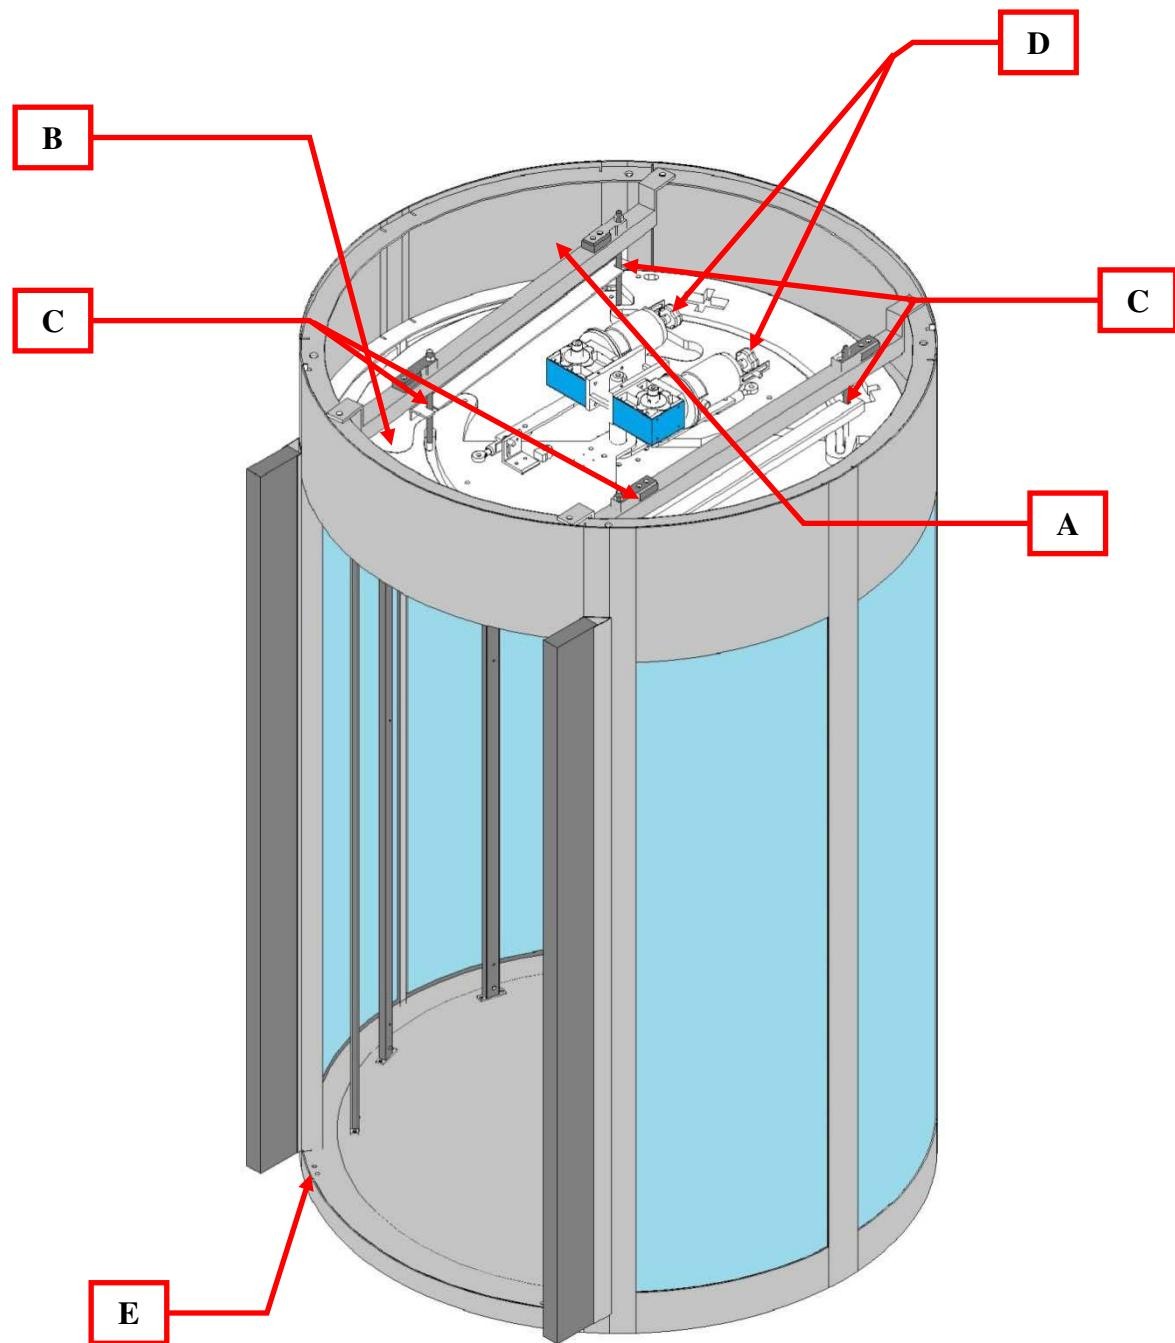
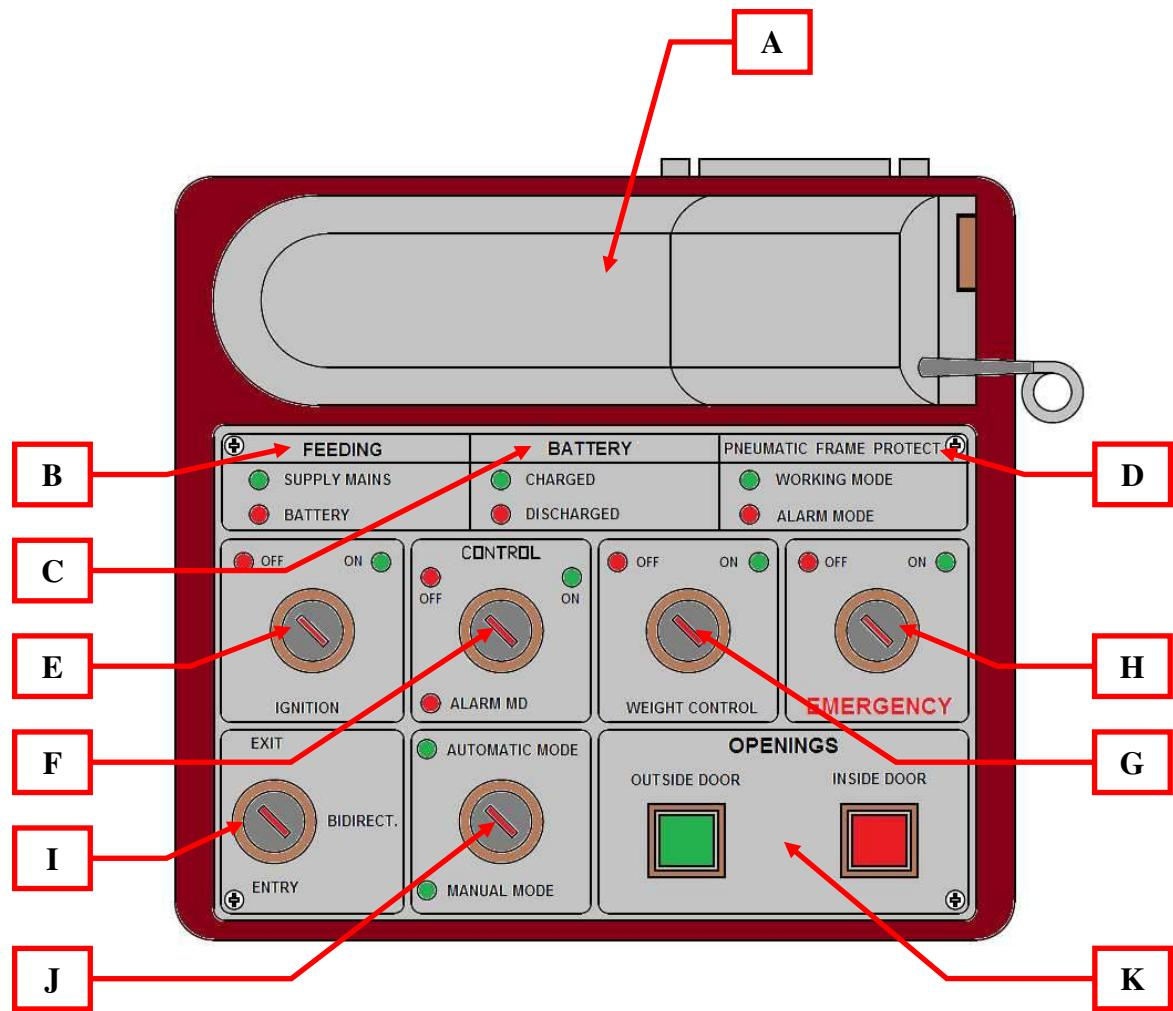

Рис. 1
Рис. 2
- Прикрепите дверь для обеспечения безопасности к полу, таким образом, чтобы она была выровнена и не колебалась. Для того чтобы стабилизировать дверь для обеспечения безопасности, снимите четыре резиновых протектора под рамой основания (см. рис.1., ссылка L) и отрегулируйте стабилизирующие ножки. Для того чтобы завинтить или отвинтить ножки необходим ключ с торцевой головкой на 6 мм (рис.1. ссылка I). Устойчивость двери для обеспечения безопасности на полу имеет фундаментальное значение для корректной работы.
- Проложите кабель электропитания ($2 \times 2.5 \text{ мм}^2 + \text{заземление}$) над крышей двери для обеспечения безопасности (см.рис. 1., ссылка N) и подсоедините его к выключателю сети, расположенному внутри верхнего отсека (см. рис. 1., ссылка D). Выключатель сети состоит из двух модулей. Первый выключатель отключает питание от электросети, а второй выключатель отключает батарейное питание.
- Проложите кабель консоли (пульта) (рис. 1., ссылка O) поверх крыши двери для обеспечения безопасности внутри кабельного желоба или внутри трубы соответствующих размеров вплоть до того места, где консоль (пульт) должна быть установлена.
- Ослабьте винты наверху крыши посередине двери для обеспечения безопасности, которые удерживают транзитную конструкцию во время транспортировки (рис. 1., ссылка E).
- Включите дверь для обеспечения безопасности с помощью главного выключателя (клавиша включения) на консоли (пульте) (рис. 2., ссылка Е), а также используя клавишу, расположенную на наружной стороне передней секции двери для обеспечения безопасности (рис. 1., ссылка М).
Если прерывание продолжается дольше 20 секунд, оптико-акустический сигнал тревоги генерируется в консоли (пульте) (неправильное функционирование, рис. 2., ссылка D), который предупреждает оператора о неисправности в этой системе предотвращения аварий.
Дверь для обеспечения безопасности может быть активизирована/дезактивирована с помощью клавиши "Включ.", расположенной на консоли (пульте) (рис. 2., ссылка Е) или с помощью клавиши, расположенной на внешней передней секции двери для обеспечения безопасности (рис. 1., ссылка М).
При закрытии помещения по завершении последнего прохода (выхода) можно дезактивировать дверь для обеспечения безопасности посредством использования клавиши, расположенной на внешней передней секции двери для обеспечения безопасности (рис. 1., ссылка М) (процедура "Последний Выход"). Это возможным только, если клавиша «Включ.» на пульте управления находится в положении «включено» (ON) (рис. 2., ссылка Е), независимо от позиций любых других клавиш или селекторных переключателей. При открытии помещения можно активировать дверь для обеспечения безопасности, используя ту же самую клавишу, расположенную на внешней передней секции (рис. 1., ссылка О) (процедура "Первый вход"). Эта процедура автоматически активизирует первый цикл открытия двери, которая может быть использована для реализации прохода типа «первый вход». Если по любой причине, включая возможное вмешательство металлодетектора, процедура прохода не завершается, то эта процедура может быть повторена посредством выключения и включения внешней клавиши снова.
Для того чтобы позволить кому-либо с металлическими предметами или оружием войти, для этого лица не нужно выходить из двери для обеспечения безопасности (если оно уже вошло внутрь), поскольку оператор может выключить металлодетектор с помощью клавиши, смонтированной на консоли (пульте) (рис. 2. ссылка F), после чего лицо (лица) может штатно войти внутрь.
Во время тех рабочих часов, когда необходимо предотвратить вход публики, достаточно выключить кнопку внешнего вызова двери. Для того, чтобы сделать это просто переключите клавишу, которая управляет типом режима на «РУЧНОЙ» (рис. 2. ссылка J).
Имеется специальная клавиша на консоли (пульте) (рис. 2., ссылка H) для выполнения одновременного открытия двух дверей для обеспечения безопасности.
В этом случае, откройте люк, расположенный на внутренней фронтальной поверхности над отсеком прохода (рис. 1., ссылка G), и посредством поворачивания специальных ручек, смонтированных на валу каждого двигателя (рис. 1., ссылка H) вращайте до тех пор, пока двери не откроются полностью. Для предотвращения аварий важно, всегда выполнять эту операцию, после дезактивации выключателя сети двери для обеспечения безопасности (рис. 1., ссылка D).
В случае необходимости разрешить одновременный проход двух человек, достаточно выключить орган управления, расположенный на консоли (пульте) (рис. 2., ссылка G).
Для восстановления нормального рабочего режима, необходимо выключить дверь для обеспечения безопасности с помощью клавиши, расположенной на консоли (пульте) (рис. 2., ссылка Е), а затем через несколько секунд включить ее снова.
В ссылках на рис. 2 указаны следующие функции пульта управления: